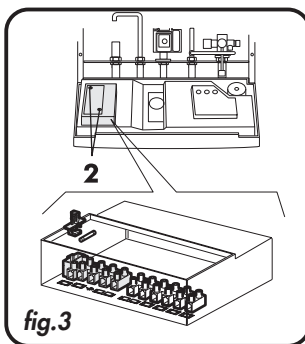

fig.3
- Destornillar los dos tornillos **2** de sujeción de la tapa y acceder a las conexiones eléctricas (fig.3).